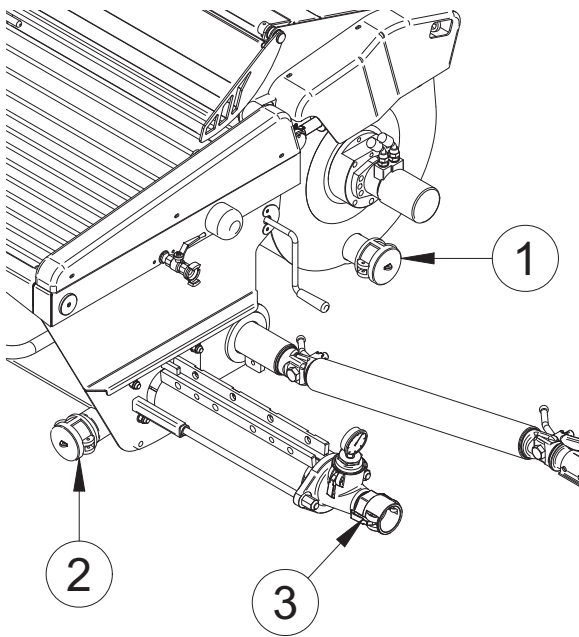

Fig.10
- Svuotare la mescolatrice togliendo il tappo (Fig. 10, Rif.1) o svuotandola in tramoggia.
- Togliere il tappo della tramoggia (Fig. 10, Rif.2).
- Rimettere il tappo della tramoggia (Fig. 10, Rif.2) e riempirla d'acqua.
- Riavviare la macchina per alcuni secondi fino a che l'acqua esce dal collettore pulita (Fig. 10, Rif.3): in questo modo si è sicuri di aver pulito la pompa.